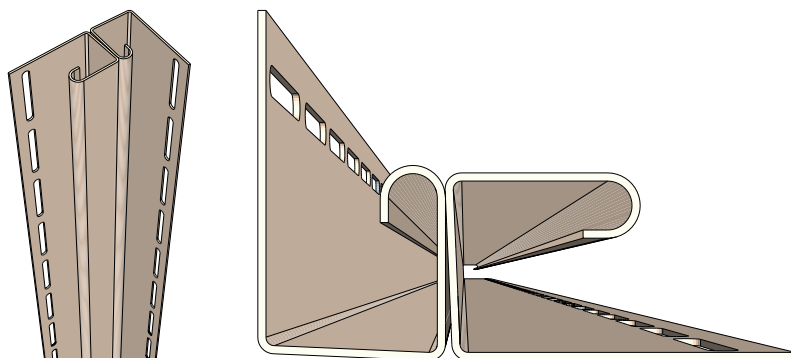

Рисунок 30
**12.6** Внутренний угол образуется с помощью двух J-профилей (рис. 30).